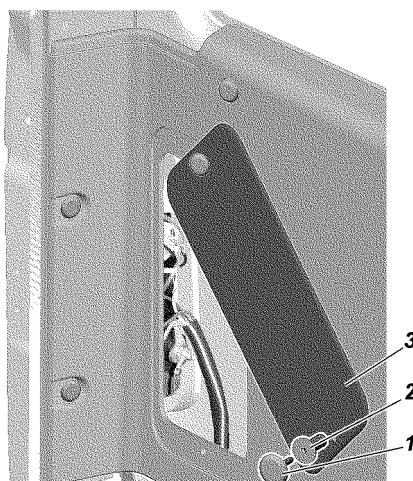
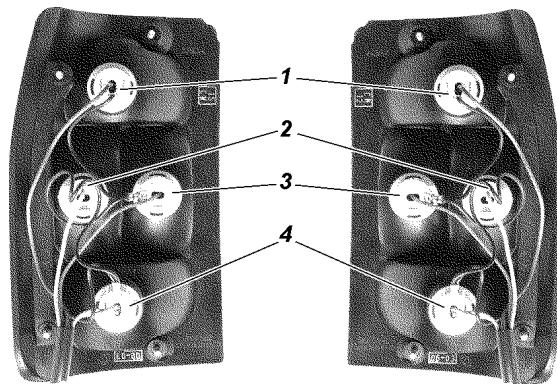

Рис. 14.14. Люк доступа к задним фонарям:
Рис. 14.15. Задние фонари:
**Замена ламп.** Замену ламп заднего фонаря производите из салона автомобиля. Для этого выньте фиксатор 1 (рис. 14.14) нижнего держателя 2 крышки, потянув за крышку 3, выньте держатель из отверстия обивки и поверните крышку. Вынимая патроны с лампами в сборе, поворотом против часовой стрелки можно заменить любую лампу (рис. 14.15). При необходимости замените держатель 2 (см. рис. 14.14) с фиксатором 1.